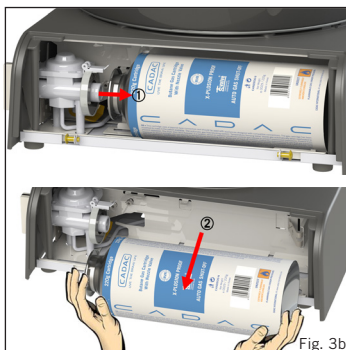

Fig. 3b
- Open de cartridgeklep en verwijder de cartridge in een horizontale positie (zoals weergegeven in Fig. 3b).